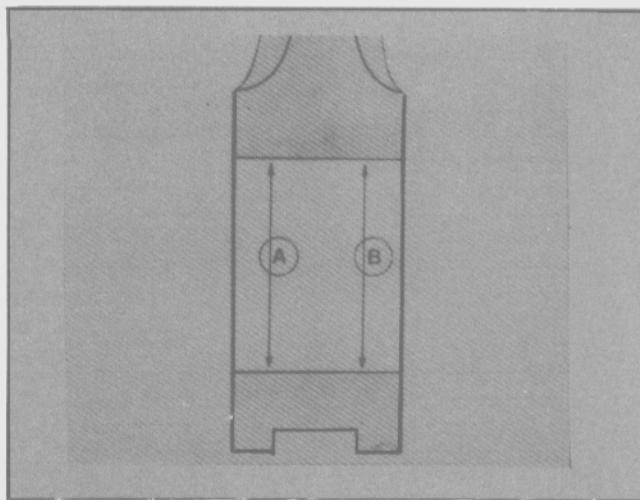

Fig. 79 - Zonas de medición de la biela.
- a) Medir los diámetros en ambos extremos A y B del ancho del alojamiento, cuidando que la ubicación del micrómetro sea la misma, en una y otra comprobación (Fig. 79).